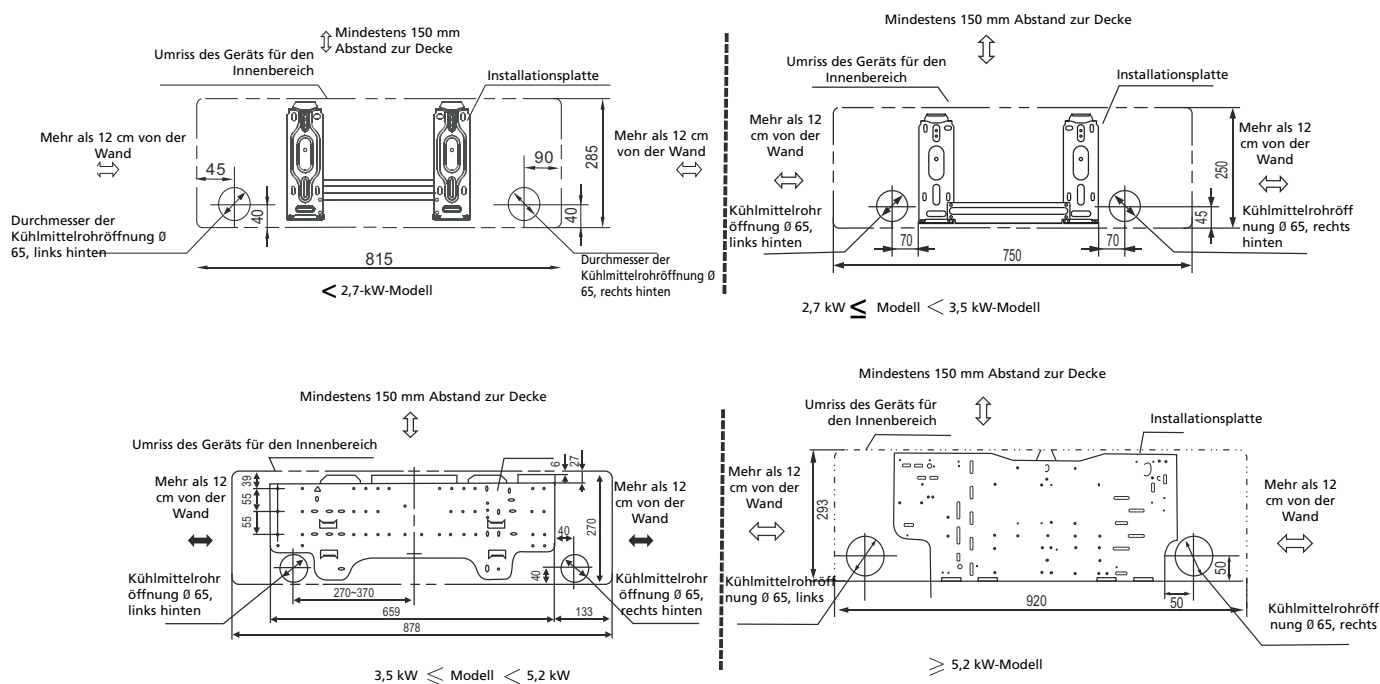

Abb. 5
1. Bestimmen Sie anhand der Zeichnung in Abbildung 5 die Lochpositionen und bohren Sie ein ① Loch 65 mm tief in die Wand, wobei das gebohrte Loch leicht zur Außenseite hin schräg verläuft. Dadurch wird verhindert, dass Wasser in den Innenbereich gelangt.